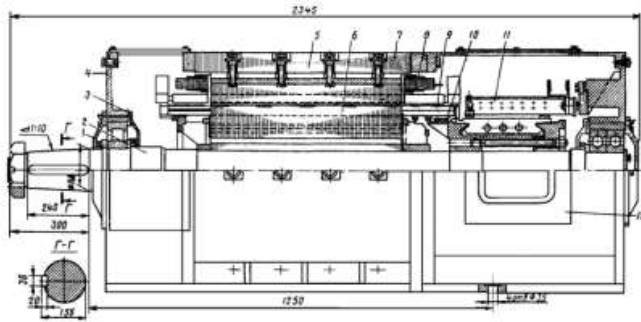

Рис. 6. Общий вид двигателя постоянного тока с высотой оси вращения  $h = 450$  мм.
12. Назовите элемент 9, изображённый на рис. 6.